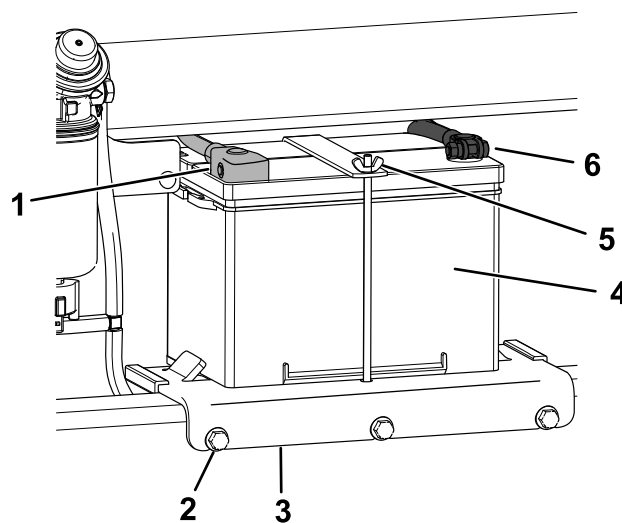

Figura 60
4. Desconecte el cable negativo de tierra (negro) del borne de la batería (Figura 60). Guarde las fijaciones.
6. Desconecte el cable positivo (rojo) del borne de la batería (Figura 60). Guarde las fijaciones.
7. Afloje los 3 pernos que sujetan la bandeja de la batería y retire la bandeja con la batería (Figura 60).
1. Coloque la batería en la bandeja de la batería y sujétela con la tuerca de orejeta y la varilla (Figura 60).
2. Instale la bandeja de la batería en la máquina y sujétela con los 3 pernos (Figura 60). Apriete los pernos a 41 N·m (30 pies-libra).
3. Usando las fijaciones que retiró anteriormente, conecte el cable positivo (rojo) al borne positivo (+) de la batería (Figura 60).
5. Usando las fijaciones que retiró anteriormente, conecte el cable negativo (negro) al borne negativo (-) de la batería (Figura 60).